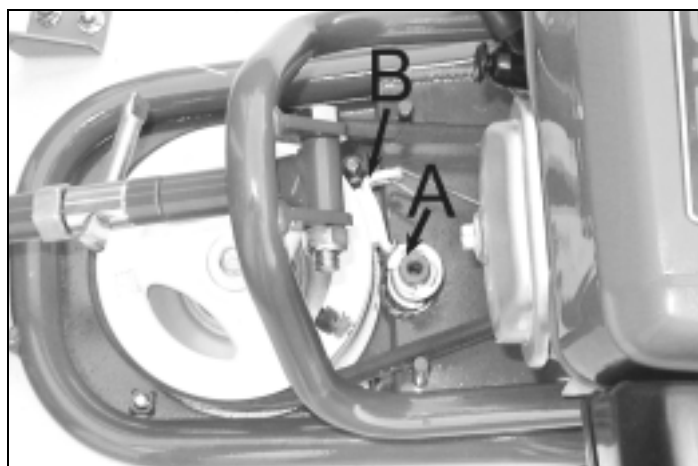

Figure 22
**Contrôlez le frein de lame (figure 22, repère B) tous les mois. Pour cela, mesurez le temps que la lame met pour s'arrêter lorsque vous relâchez la poignée d'embrayage. Si le temps dépasse les 7 secondes, faites immédiatement changer le frein de lame par votre revendeur.**